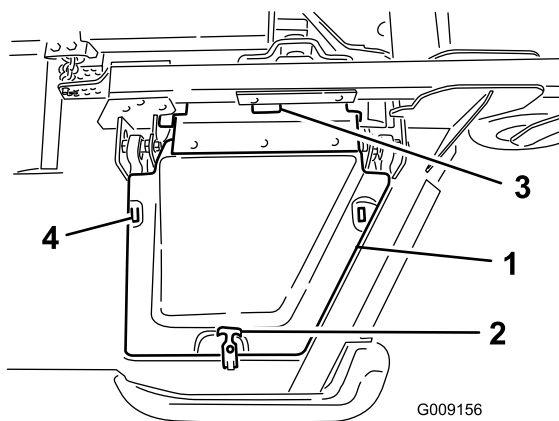

図 6
8. ウイングレットデッキのカバーを取り付け、ゴム製ラッチで固定する 図 6。